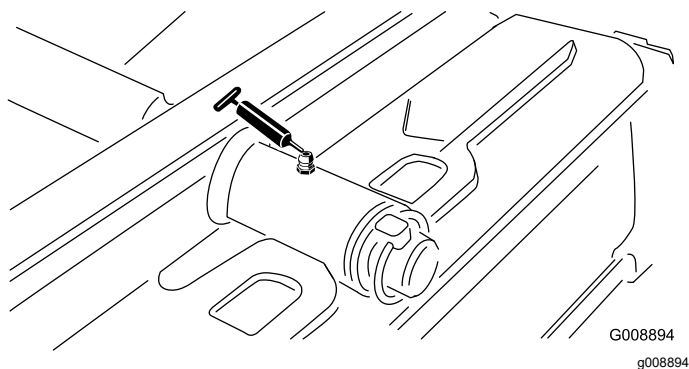

Figura 31
- Pivote de la unidad de corte trasera (Figura 31)